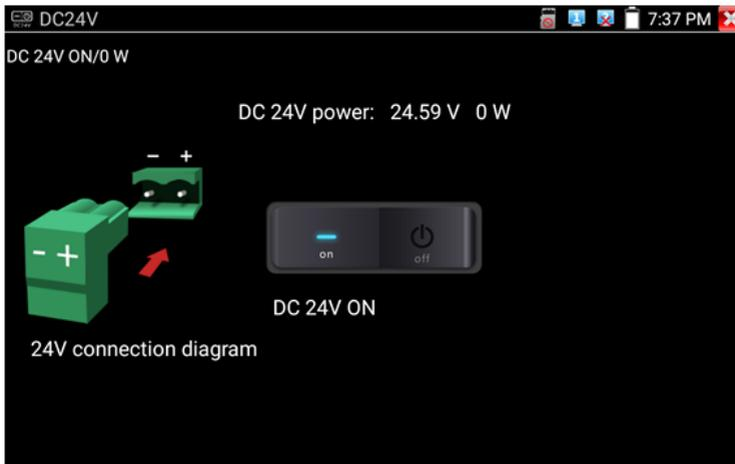

Рис. 13 Питание DC 24V
- 3) Если IP видекамера (или точка доступа) питается от DC 24V, то ее можно запитать от клеммной колодки 24V/2A на тестере, питание включается в соответствующем приложении DC24V, рис. 13 (или в приложении Power Management v2.0)